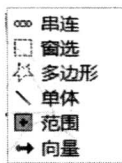

图 1-16 鼠标选择方式
(1) 图素的选取 在 Mastercam 软件中对图素进行编辑时，必须选取欲编辑的对象。Mastercam X5 提供了多种选择图素的方法，最常用的图素选择方法是利用鼠标在图形窗口中进行选择，被选中的图素将会高亮显示。在如图 1-15 所示的【标准选择】工具栏中，单击  下拉列表按钮，将弹出如图 1-16 所示的鼠标选择方式。常用选项的含义说明如下：